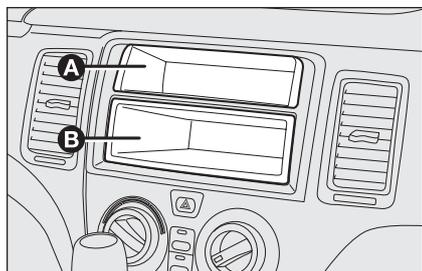

fig. 2
- con vano porta oggetti fisso **A-fig. 2** e vano (DIN) estraibile **B-fig. 2** per installazione autoradio;